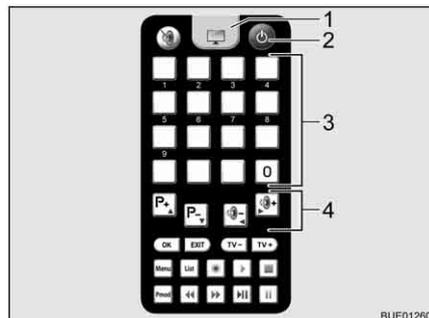

Fig. 21 Mando a distancia
- Pulsar la tecla "⏻" (Fig. 21,2) del mando a distancia.
- Ajustar la emisora deseada con las teclas de memoria (Fig. 21,3) o las teclas de función (Fig. 21,4).